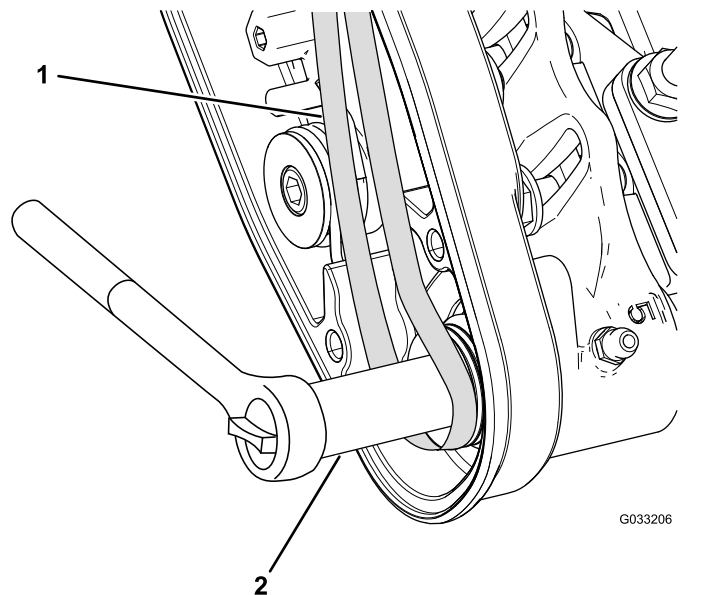

Figura 27
- C. Utilice una llave de vaso profundo (9/16") para girar el conjunto del cepillo y guiar la correa sobre la polea arrastrada (Figura 27).